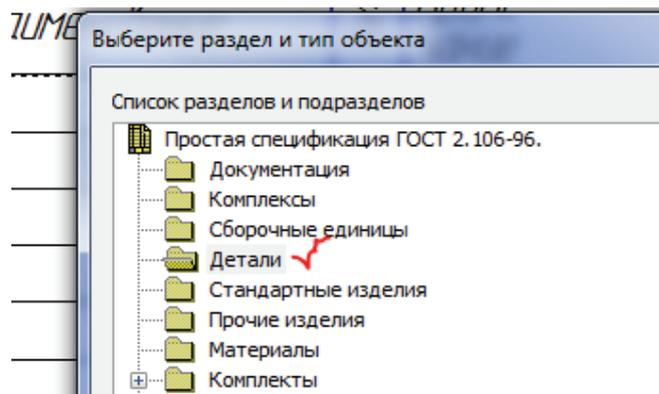

Рис. 5.21
- В том же меню (Вставка → Раздел...) выбираем раздел **Детали** (рис. 5.21).